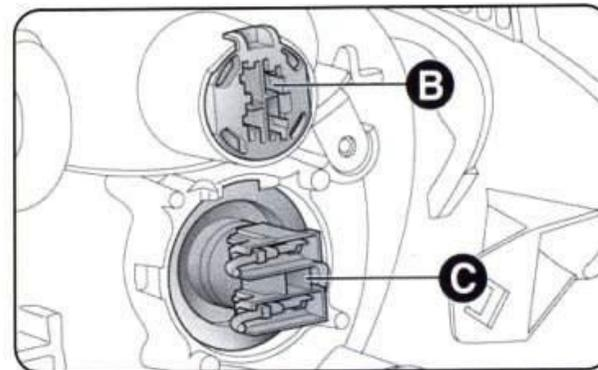

рис. 23
- извлеките патрон В (рис. 23), а затем извлеките лампу из патрона и установите в него новую лампу;
- извлеките патрон С (рис. 23), а затем извлеките лампу из патрона и установите в него новую лампу;